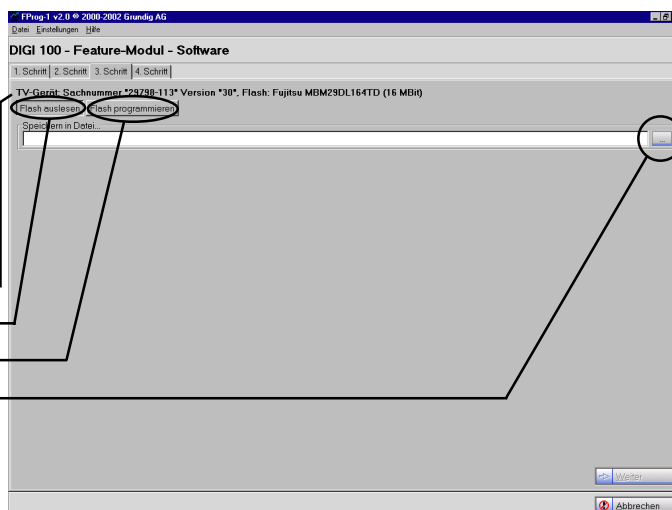

Abb. 8
- Klicken Sie gemäß Abb. 8 auf die Buttons **Flash auslesen** und **Speichern**.
Der vergebene Dateiname wird in Abb. 8 Textfeld "Speichern in Datei". übernommen.
- Klicken Sie im 3. Schritt auf **Flash programmieren** (Abb. 8). Gegebenenfalls starten Sie nochmals mit dem 1. Schritt.